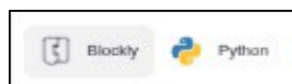

Рисунок II-11 – Кнопки перехода на языки программирования
2. Кнопки перехода на языки программирования – «Blockly», «Python» (см. Рисунок II-11).